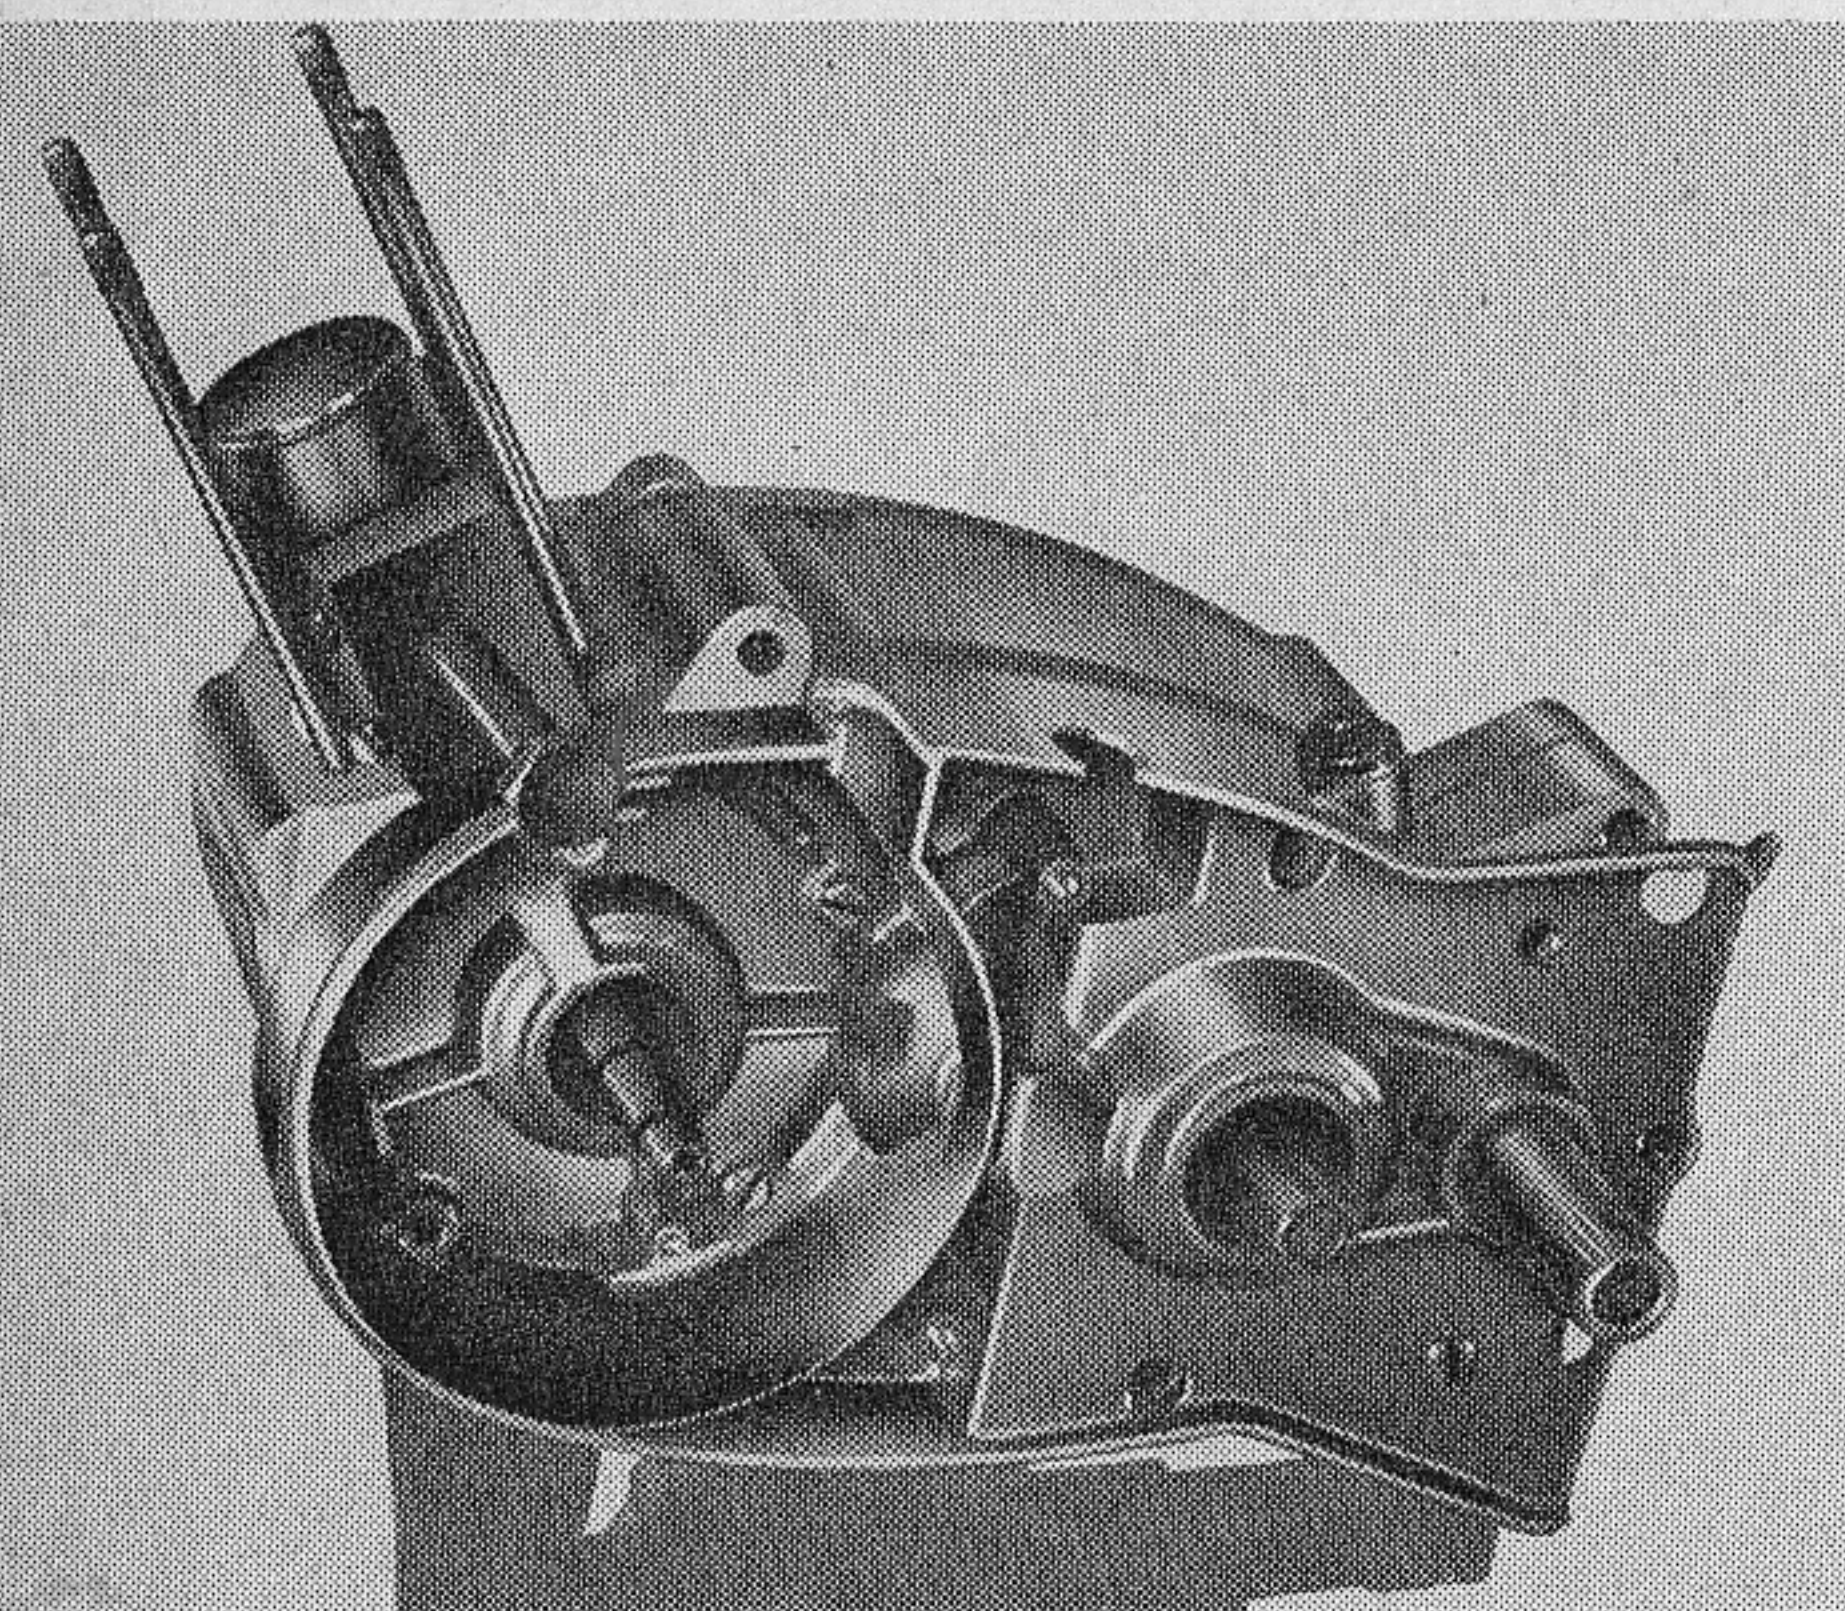

Bild 26
**Achtung!** Nadellager für Kolbenbolzen aus dem Pleuel entnehmen und sofort staubdicht aufbewahren (Bild 26).